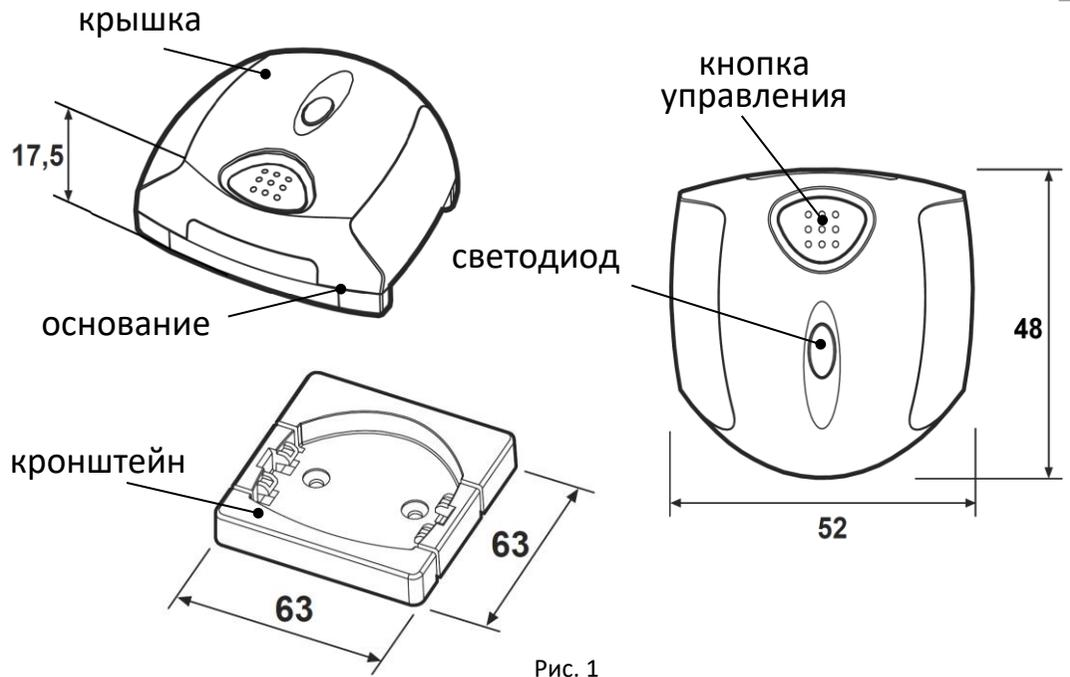
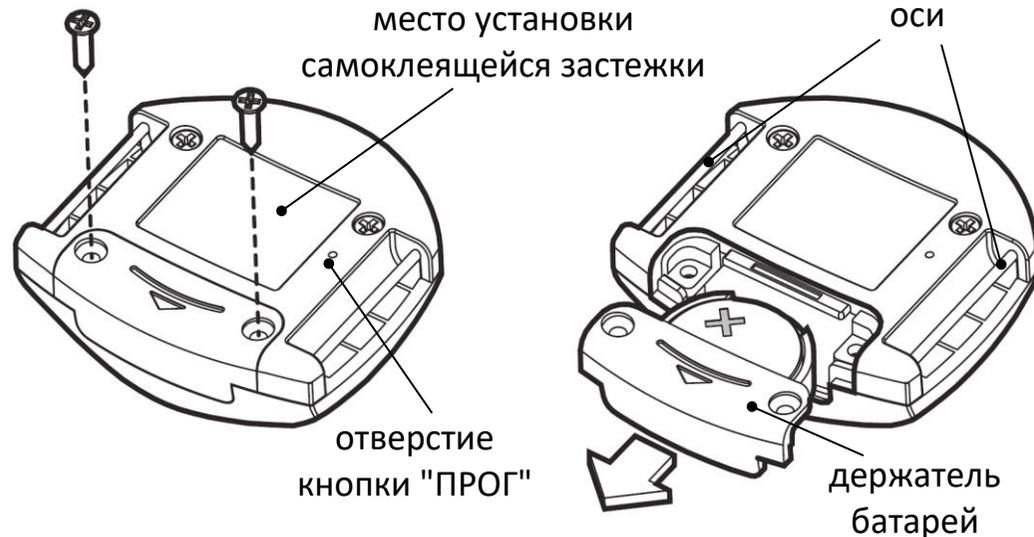

Рис. 1
Рис. 2
Радиокнопка конструктивно выполнен в виде одного блока (рис.1). На лицевой поверхности корпуса находится двухцветный светодиодный индикатор и кнопка управления. На нижней поверхности корпуса находится отверстие под кнопку программирования ("ПРОГ"). Оси (рис.2) предназначены для крепления ремня или для крепления в кронштейн.
Нажать правой кнопкой мыши на устройство в списке дочернего оборудования в ПО, выбрать пункт "Программирование" → "Инициализировать" и тонким предметом (например, скрепкой) нажать кнопку "ПРОГ" через отверстие на нижней поверхности корпуса радиокнопки (рис.2).
- при помощи двухсторонней самоклеящейся застёжки, приклеиваемой к основанию прибора или кронштейна (рис.2).